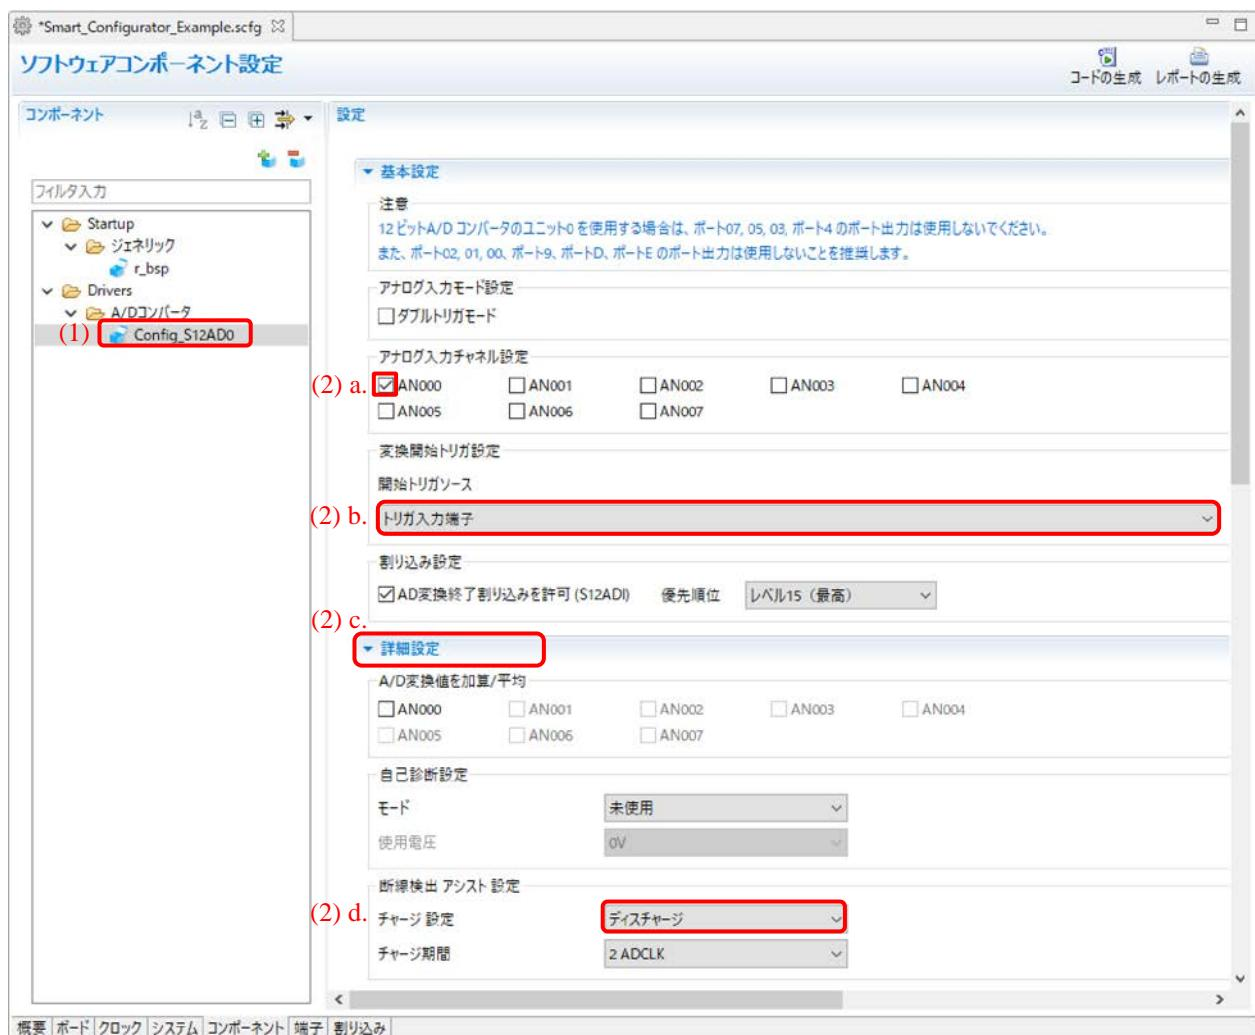

図 4-16 コンポーネントのコンフィグレーション設定
- (1) コンポーネントツリーにある コンポーネントをクリックします。 (例 : Config\_S12AD0)
- (2) 右側の設定パネルでドライバを設定します。図 4-16 は例です。